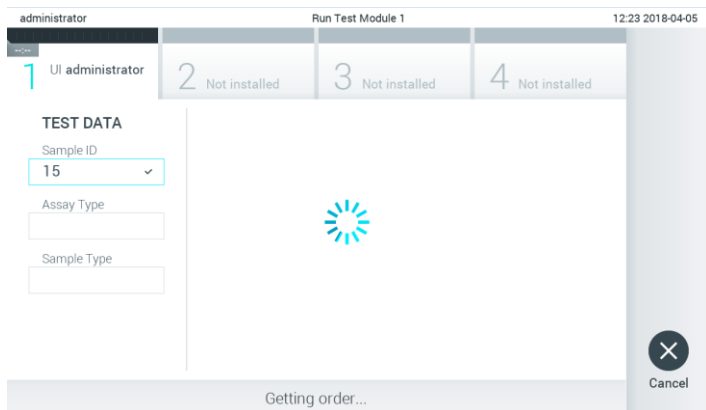

Figura 70. Visualizzare durante il recupero della richiesta test.
3. L'ID del campione viene inviato all'host e mentre il QIAstatDx Analyzer 1.0 attende la richiesta di test, viene visualizzato il messaggio "Getting order..." (In attesa della richiesta...), (Figura 70).